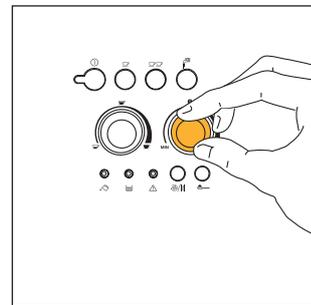

Abb.7
- 2) Mit dem rechten Drehknopf (Abb. 7) die Einstellung des gewünschten Kaffeegeschmacks vornehmen. Je weiter Sie nach rechts drehen, desto höher ist die Kaffeebohnenmenge, die die Kaffeemaschine mahlen wird; demzufolge wird auch der Kaffeegeschmack stärker ausfallen. Beim ersten Gebrauch der Kaffeemaschine bereiten Sie versuchsweise mehrere verschiedene Kaffees zu, um die für Sie richtige Position des Drehknopfs herauszufinden. Achten Sie darauf, nicht zu weit nach rechts zu drehen, da sonst das Risiko besteht, dass die Kaffeeausgabe zu langsam erfolgt (tröpfchenweise), vor allem bei dem Bezug von zwei Tassen Kaffee.
HINWEIS 2: Falls der Kaffee zu schnell heraustritt und die Crema nicht nach Ihrem Geschmack ausgefallen ist, den rechten Drehknopf (Abb. 7) etwas nach rechts drehen. Gehen Sie versuchsweise vor, und bereiten Sie mehrere Kaffees zu, um die richtige Position des Drehknopfs herauszufinden. Achten Sie darauf, den Drehknopf nicht zu sehr nach rechts zu drehen, da sonst das Risiko besteht, dass der Kaffee zu langsam ausläuft (tröpfchenweise), vor allem bei der Zubereitung von zwei Tassen Kaffee. Falls nach einigen Kaffees, die Crema noch immer nicht zu Ihrer Zufriedenheit ausfallen sollte, drehen Sie auch den Drehknopf zur Einstellung des Mahlgrads (Abb. 17) um eine Position nach links (siehe Kap. 6).